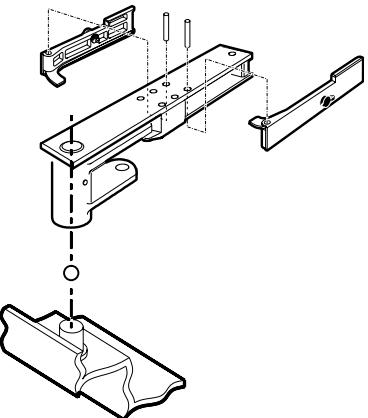

Fig. 8
- Assemblare le leve di sblocco sulla staffa di sostegno e introdurre la stessa sul perno della cassetta portante, inserendo anche la sfera in dotazione (fig. 8).